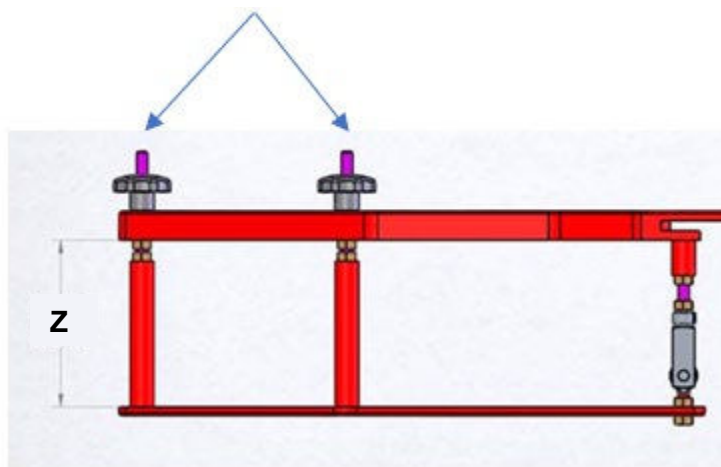

図 1-4。水槽の調整
- a. 下図のように距離を確認し、Z が  $174 \pm 5$  mm に近いことを確認します（図 1-4 を参照）。そうでない場合は、ナットを回して Z を調整します。